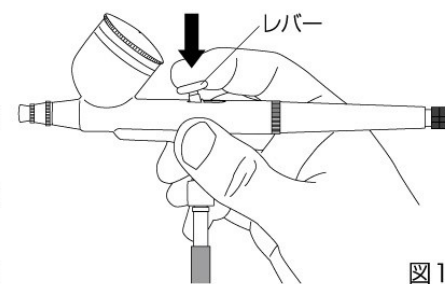

図1
- レバーを下に押すと圧縮空気だけ出ます。(図1)
- ①塗料カップ内の塗料をすべて出し、内部に残った塗料は吹き出してください。
- ②塗料カップに洗浄液を入れて筆や綿棒などでこすりながら洗浄してください。
- ③洗浄液を入れた状態で、先端(ニードルキャップ)にティッシュペーパーやキッチンペーパーなどを当て空気が逃げないようにふさいでから吹き出してください。洗浄液が逆流し塗料カップの中がブクブクと泡をたててノズル内の汚れを取ります。(これをうがい洗浄といいます。)
- ④洗浄液をすべて吹き捨てて、内部に洗浄液が残っていないことを確認してください。
- ⑤エアブラシをエアホースから外し、本体を分解して洗浄していきます。テールキャップを取り外してニードルストップネジをゆるめてニードルをゆっくり引き抜きます。
- ⑥ニードルキャップとノズルキャップを外して筆などで洗浄してください。
- ⑦ノズル周辺を洗浄します。ニードルの汚れを柔らかい布などで拭き取ってください。
- ⑧ニードルを先端が傷つかないように注意しながら本体にセットしてください。ニードルがノズルから出ることを確認しながらゆっくり差し込んでください。ノズルに当たったところで止めて、ニードルストップネジをしっかり締めてテールキャップを取り付けてください。
- ⑨レバーを動かしニードルが連動していることを確認してください。※連動しない場合は、レバーとレバー金具の穴にニードルが通っているか確認してください。(図1参照)
- ⑩確認できましたら、ノズルキャップ・ニードルキャップをしっかり締めて完了です。